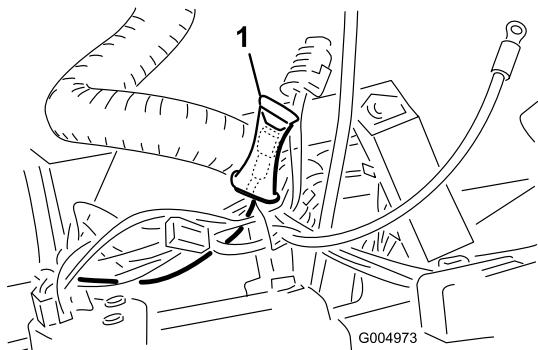

Bild 24
5. Ermitteln Sie im Armaturenbrett das rosa Kabel mit einem Anschluss, der in einem Kunststoffpolster eingeschlossen ist (Bild 24).
8. Verlegen Sie das andere Ende des Kabelbaums unter der Hinterrahmenhalterung zur linken Seite der Maschine, und stecken Sie gleichzeitig die Kabelclips des Kabelbaums in die Löcher in der Unterseite der Hinterrahmenhalterung (Bild 24).